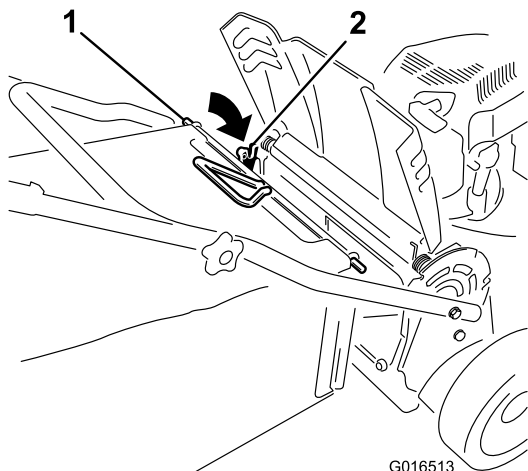

Figura 27
3. Instale la varilla de la bolsa en las muescas de la base del manillar, y mueva la bolsa hacia adelante y hacia atrás para verificar que la varilla está asentada en el fondo de cada muesca; consulte Figura 27.